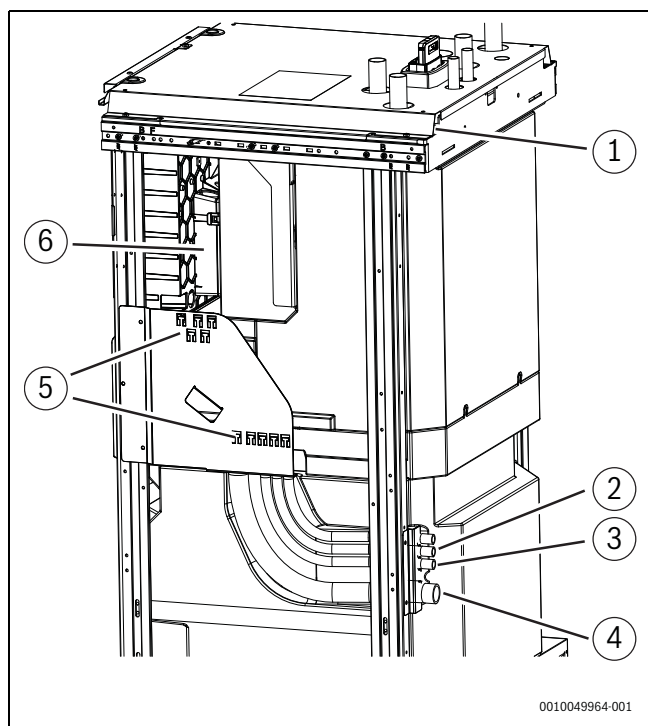

Fig. 37 Entrées de câbles vers l'unité intérieure
- Faire passer les câbles de raccordement par les presse-étoupes de câbles situés à l'arrière à travers les tuyaux souples ondulés. Utiliser une chaîne d'extension. Voir la figure 37 pour l'ordre correct des tuyaux souples.